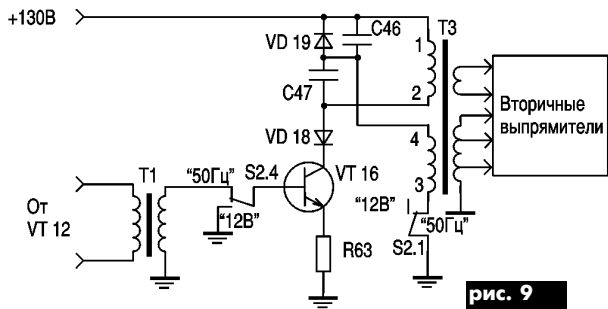

рис. 9
**Выходной каскад преобразователя при работе от сети 220 В** представляет собой трансформаторный усилитель с ОЭ (рис.9).